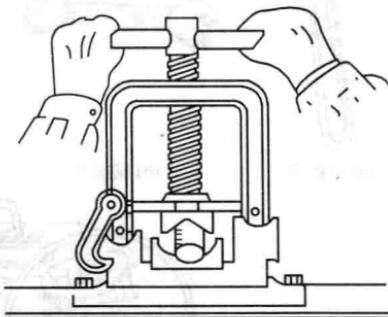

图 1-10 管子台虎钳使用
① 管子台虎钳下钳口安装应牢固可靠，上钳口在滑道内能自由移动，压紧螺杆和滑道应经常加油。
② 管子台虎钳的规格必须与所夹管道的规格匹配，不得将不适合钳口尺寸的工件上钳；对过长的工件，应在其伸出工作台面部分设置支架使其稳固，夹持较脆软的工件时，应用布包裹，避免压坏。
③ 操作时，将管子放入管子台虎钳钳口中，旋转把手卡紧管子，见图 1-10。
④ 装夹管子或管件时，必须穿上保险销，压紧螺杆。旋转螺杆时应用力适当，严禁用锤击或加装套管的方法扳手柄。